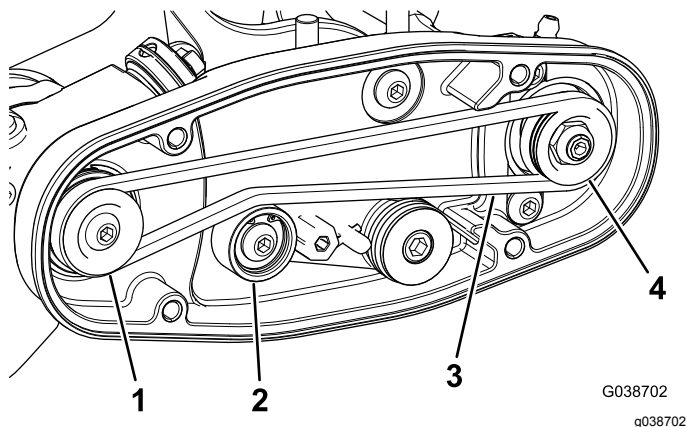

图13
- 先缠绕驱动皮带轮周围的皮带然后再缠绕怠轮皮带轮顶部上方的皮带 图13。